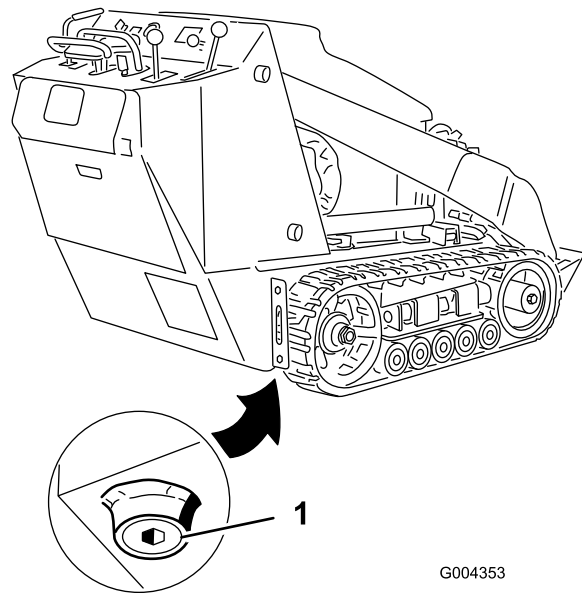

Figure 35
- Enlevez le bouchon de vidange (Figure 35).